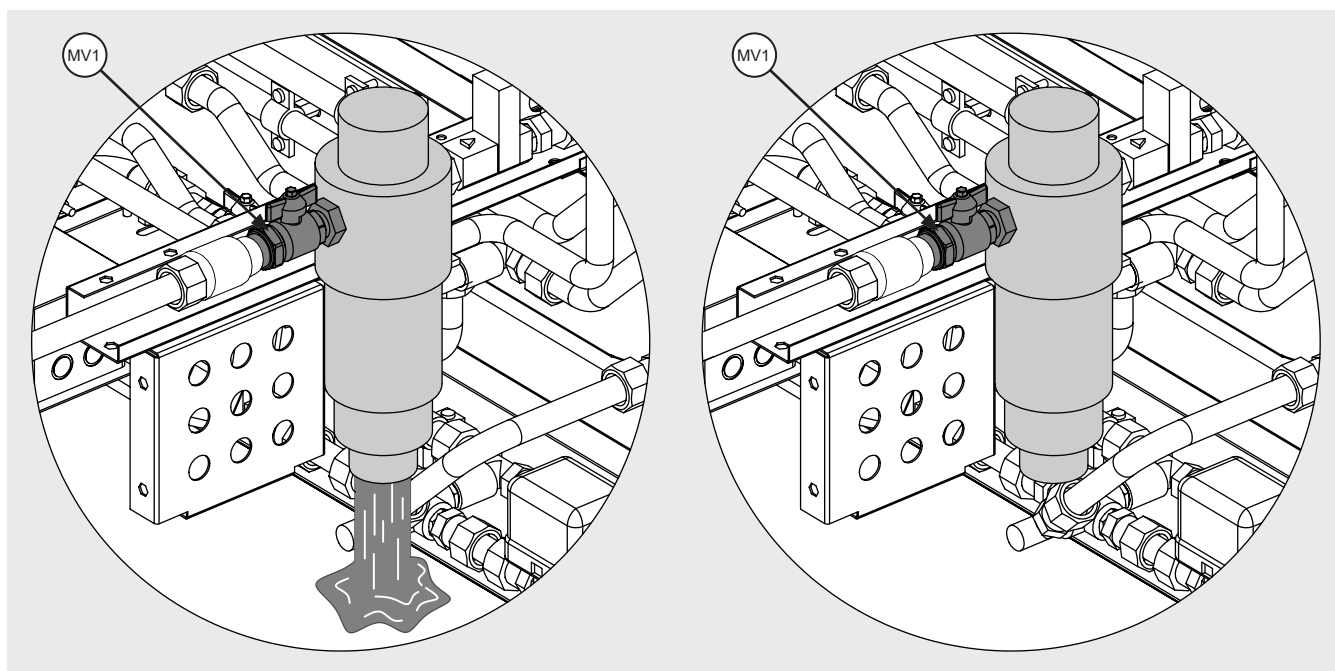

Abbildung 27
- 12.15.7 Vergewissern Sie sich, dass Leitungswasser zur Verfügung steht und dass das Handventil (MV1) vor dem Filter geöffnet ist, siehe Abbildung 27.
- 12.16.4 Vergewissern Sie sich, dass das Modell ausgeschaltet ist, wie in 12.1 - 12.4 beschrieben, und dass der adiabatische Kreislauf des Modells isoliert ist: Schließen Sie das Ventil (MV1) am Einlass, siehe Abbildung 27.
- 12.16.11 Öffnen Sie anschließend das zuvor geöffnete Ventil (MV1), siehe Abbildung 27.
- 12.18.10 Reinigen Sie den Wassereinflussfilter wie unter Punkt 12.15 beschrieben bei geschlossenem Ventil (MV1) (siehe Abbildung 27). Die Rückstände werden zusammen mit dem darin enthaltenen Wasser aus dem Filter abgelassen.